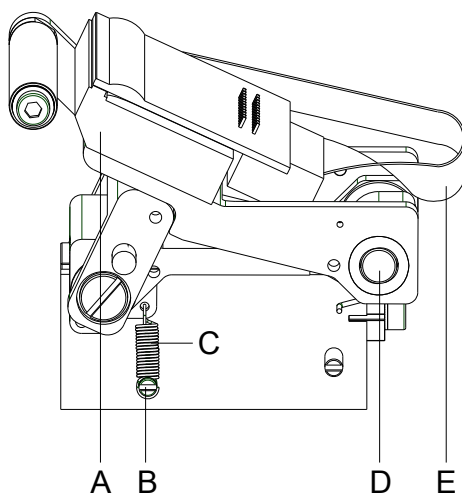

Figura 22
3. Scollegare il cavo (E, Figura 22) dalla testina di stampa (A, Figura 22).